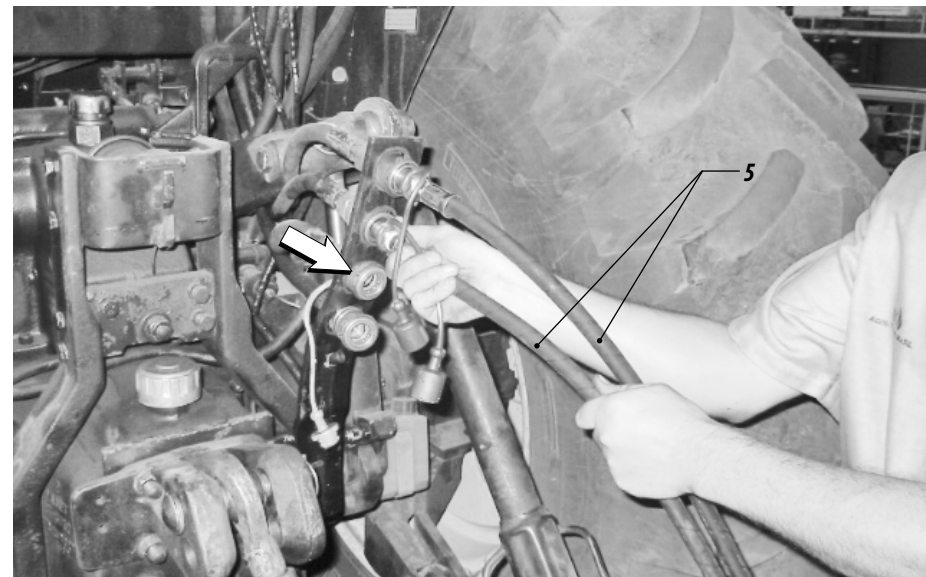

Figura 29
03 - Acople las mangueras (5) en el control remoto del tractor. FIGURA 29